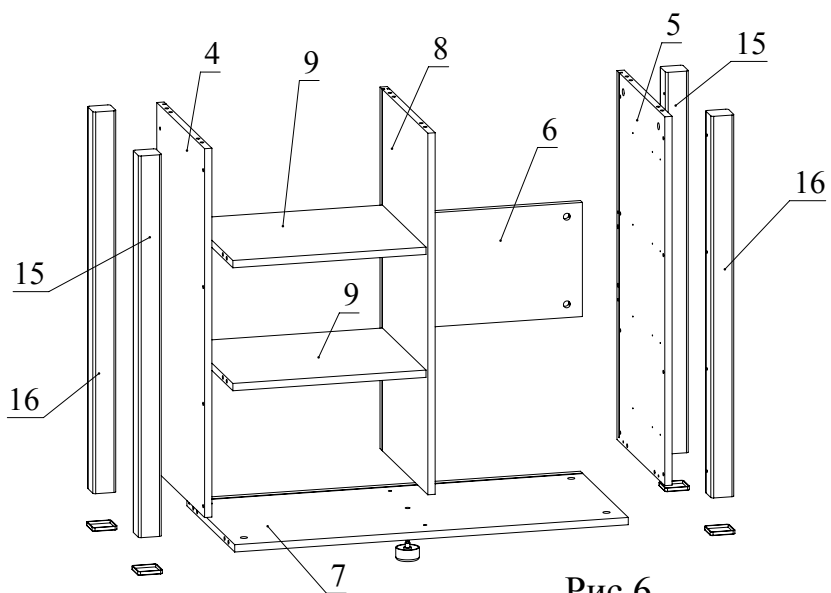

Рис.6
4. С помощью конфирматов прикрепите детали 15 и 16 к деталям 4 и 5 согласно схеме (Рис. 6).
Соедините детали 5, 8 с деталью 6 и затяните головки минификсов (Рис. 6).
Соедините детали 9 с деталями 4, 8 и затяните головки минификсов (Рис. 6).
Установить деталь 7 на деталь 8 и скрепить при помощи конфирматов (Рис. 6).
Соединить деталь 7 с деталью 5 и затяните головки минификсов (Рис. 6).
Установите накладки для профиль-ножек на детали 15 и 16 (Рис. 6).